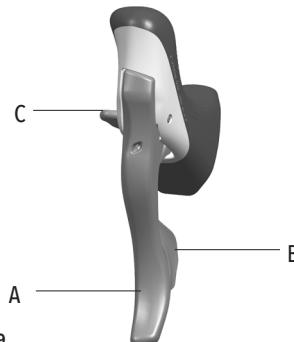

Fig.9
- La leva B (Fig. 9) del comando sinistro agisce sul deragliatore, permettendo alla catena di salire sull'ingranaggio superiore.
L'azionamento della leva B (Fig. 9) può essere di 1, 2 o 3 click, a seconda di dove si è posizionata la forcetta del deragliatore quando ci si trova sull'ingranaggio minore.
- La leva C (Fig. 9) agisce sul deragliatore facendo scendere la catena sull'ingranaggio inferiore.
- Una volta che la catena è scesa sull'ingranaggio minore, è possibile spostare le leve B o C (Fig. 9) del comando sinistro di 1 click per ottenere il migliore centraggio tra la catena e la forcetta del deragliatore.